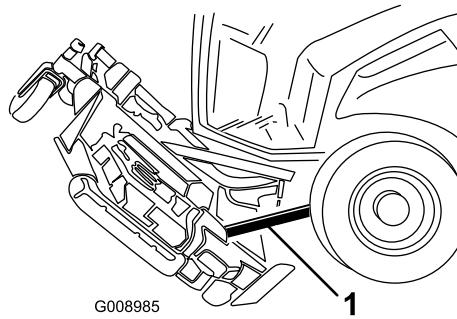

Рисунок 135
6. Поместите упорный деревянный брускок между задней частью деки и машиной (Рисунок 135).